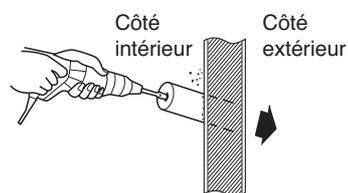

Fig. 3-48
- (8) Si le câblage et les tubes doivent passer derrière l'unité, percez des trous dans le mur. (Fig. 3-48)